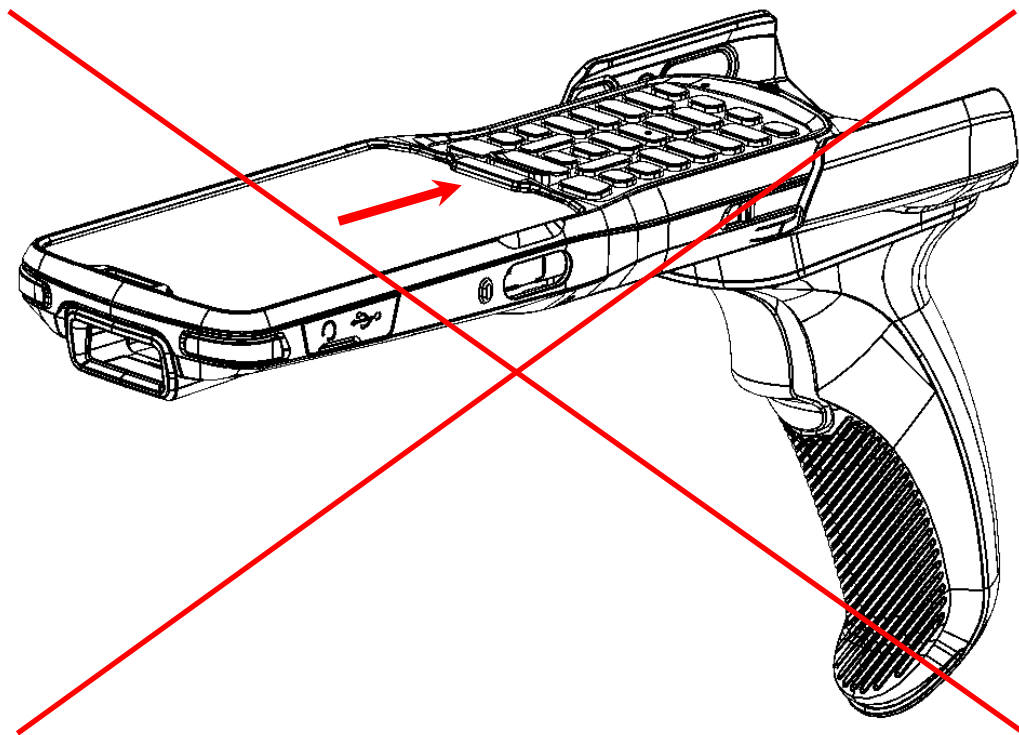

Рисунок 46. Неправильная установка ТСД в пистолетную рукоятку
**Установка ТСД АТОЛ Smart.Prime методом «задвигания» в пистолетную рукоятку (рисунок 46) категорически запрещена, так как при этом происходит поломка контактных клемм!**